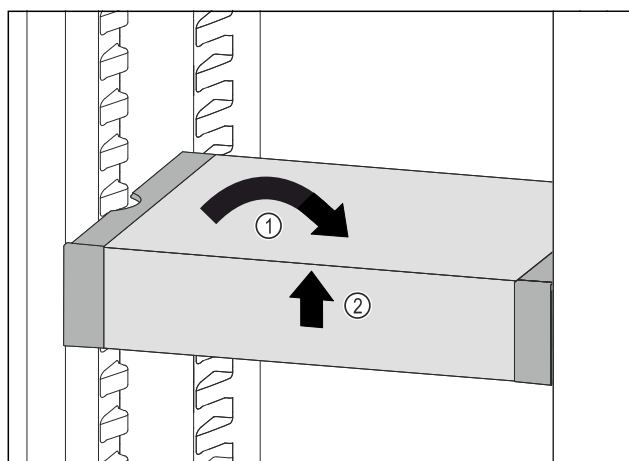

Fig. 48
- ▶ VarioSafe postavte rovně. Fig. 48 (1)
- ▶ VarioSafe vpředu zvedněte. Fig. 48 (2)